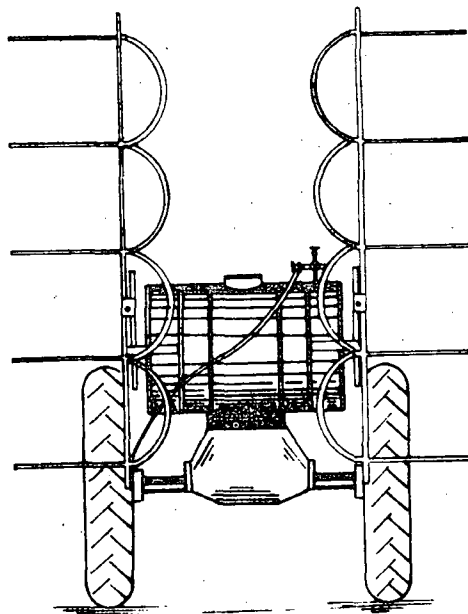

Fig. 3
- b Levante a barra de aspersão (fig. 3).